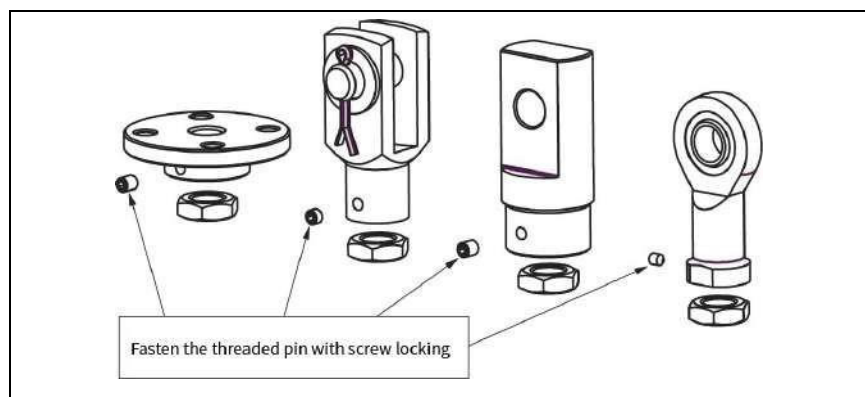

图7: 设定位置后固定部件，例如固定法兰，叉端，枢轴轴承端，杆端
3. ZA系列规格50和500的螺栓安装配垫片(参考德标 DIN 1441). 安装螺杆头(见图7),拧紧螺丝用紧固剂(如 Loctite)并紧固锁止螺母(最大规格至 100).